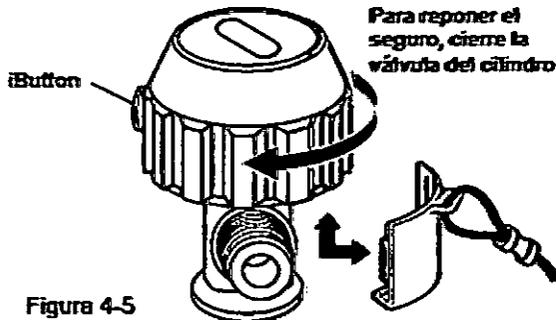

Figura 4-5
4. Para reinsertar el seguro es imprescindible que el cilindro esté cerrado. Para volver a colocar el seguro, póngalo justo enfrente del iButton y presiónelo hacia arriba para encastrarlo (figura 4-5).